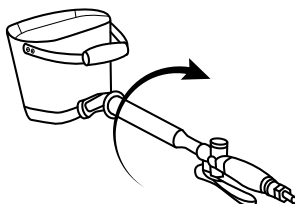

Рис. 4
3. Для завершения сборки прикрутить собранный воздушный патрубок к ковшу (рис. 4).